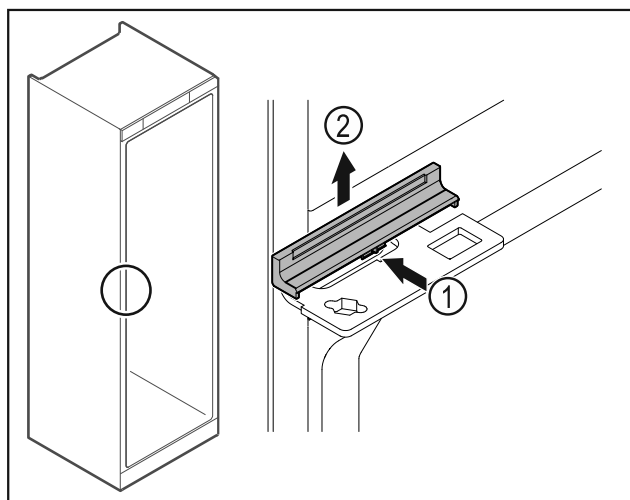

Fig. 50
- Presionar ligeramente la cubierta Fig. 50 (1) por el centro y retirarla hacia arriba Fig. 50 (2).